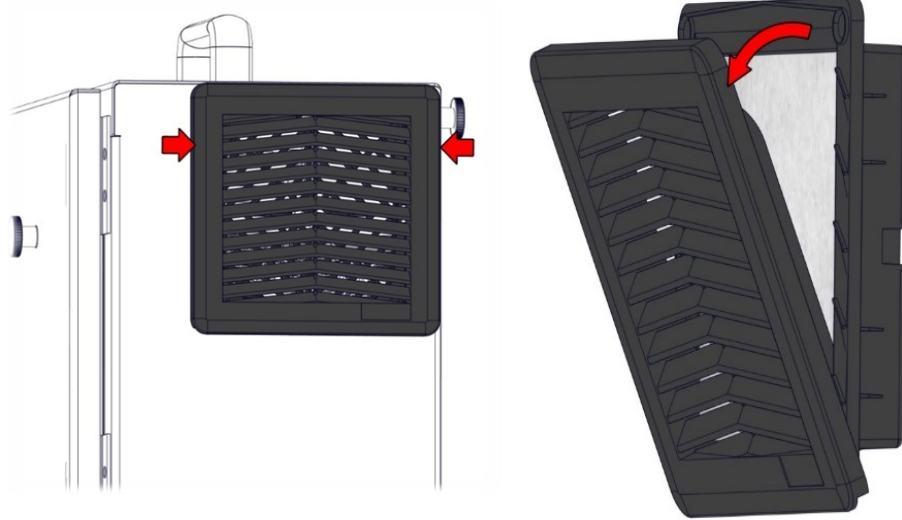

Figure 3.7. Kontrol kutusu filtrelerini değiştirin.
1. Gently remove the outer plastic frame by pulling where the red arrows are, as shown in the images below in figure 3.7. Çerçeve dışa doğru eğilir.